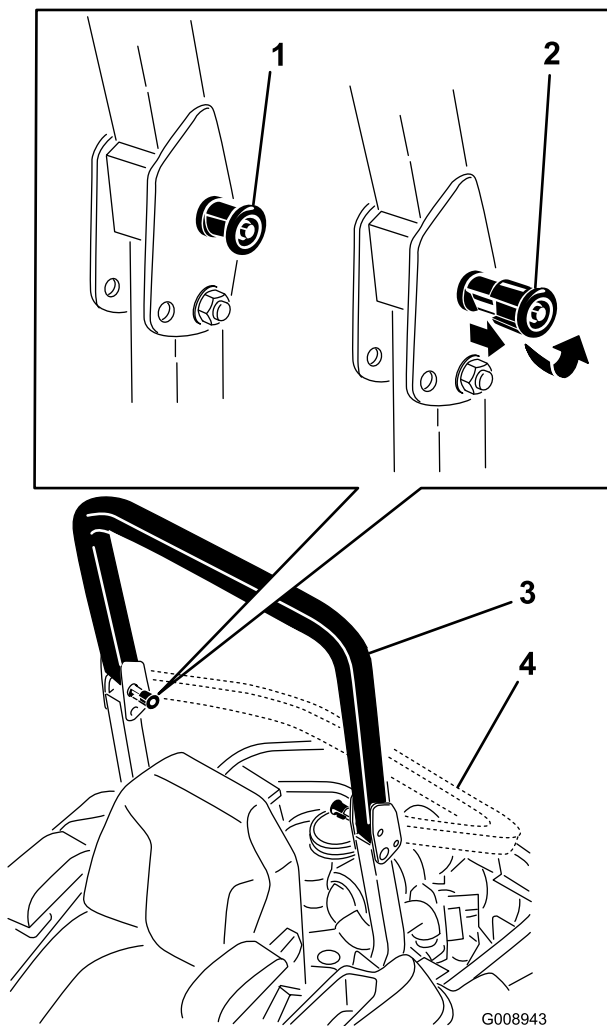

Figura 9
2. Tire de ambos pomos hacia fuera y gírelos 90 grados para desengranarlos (Figura 9).
3. Baje la barra antivuelco (Figura 9).
- Para elevar la barra antivuelco, suba la barra a la posición de uso y gire los pomos para que se introduzcan parcialmente en las ranuras (Figura 9).
- Eleve la barra antivuelco a la posición vertical, presionando sobre la parte superior de la misma; las clavijas encajarán en cuanto se alineen con los orificios (Figura 9).